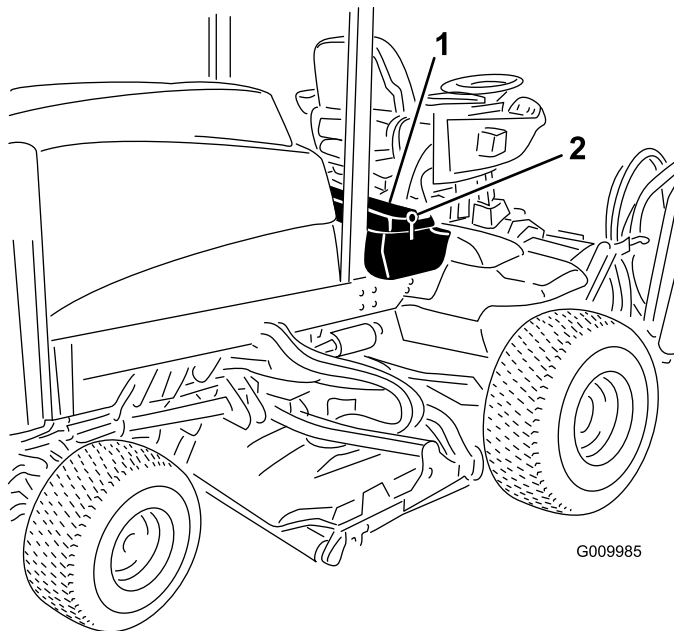

Рисунок 47
1. Откройте защелки и поднимите панель консоли оператора (Рисунок 47).